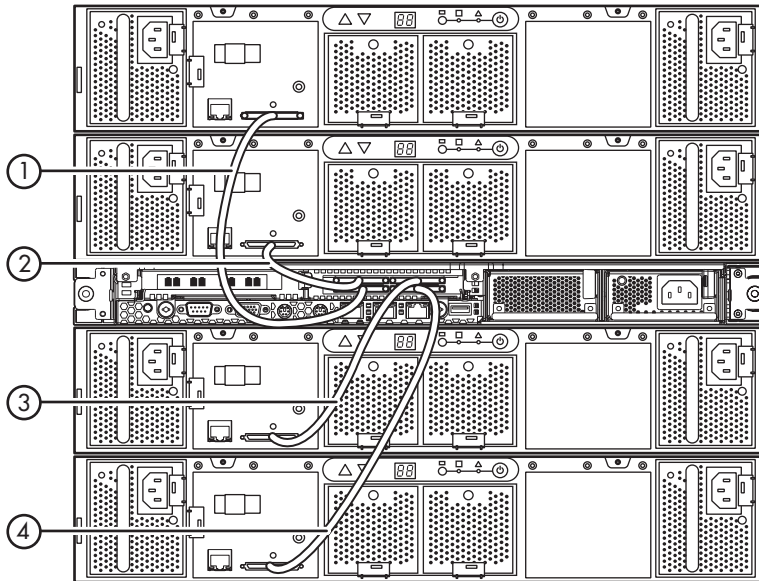

Figura 11 Conecte el conector VHDCI en cada matriz de discos al conector VHDCI correcto en el nodo.
3. Conecte el conector VHDCI en cada matriz de discos al conector VHDCI correspondiente en nodo (Figura 11).